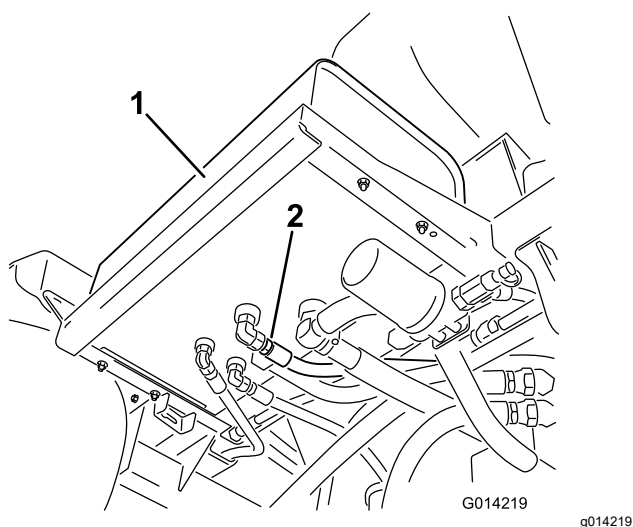

Figura 143
2. Limpie la zona alrededor del acoplamiento de uno de los manguitos hidráulicos, en la parte inferior del depósito de fluido hidráulico (Figura 143).
4. Retire el acoplamiento de manguera del depósito y deje fluir el fluido al recipiente (Figura 143).